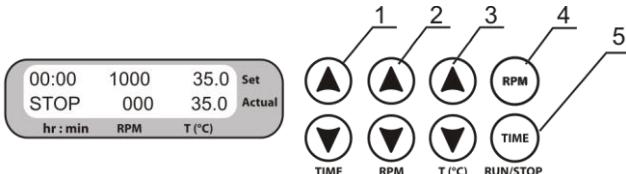

Рис. 3. Панель управления
- Одновременно зажмите кнопки **RPM RUN/STOP** и **TIME RUN/STOP** (рис. 3/4 и 3/5) чтобы посмотреть версию ПО прибора (PV-XX).
- Установка времени (TIME).** С помощью соответствующих кнопок ▼ и ▲ TIME (рис. 3/1), установите необходимый интервал времени в часах и минутах (шаг 1 мин.).
- Установка скорости (RPM).** С помощью соответствующих кнопок ▼ и ▲ RPM (рис. 3/2), установите необходимую скорость (шаг 10 об/мин).
5.4.3. **Установка температуры** (T , $^{\circ}\text{C}$). С помощью соответствующих кнопок \blacktriangleleft и $\triangleright T$ ($^{\circ}\text{C}$) (рис. 3/3), установите необходимую температуру (шаг $0,1^{\circ}\text{C}$).
5.5.2. Нажмите кнопку **RPM RUN/STOP** (рис. 3/4). При этом начинается движение платформы и таймер начнет отсчет установленного интервала времени (с точностью до 1 мин.).
5.7. При необходимости, можно перезапустить таймер во время его работы. Для этого дважды нажмите кнопку **TIME RUN/STOP** (рис. 3/5), первый раз для остановки таймера, второй — для повторного запуска.